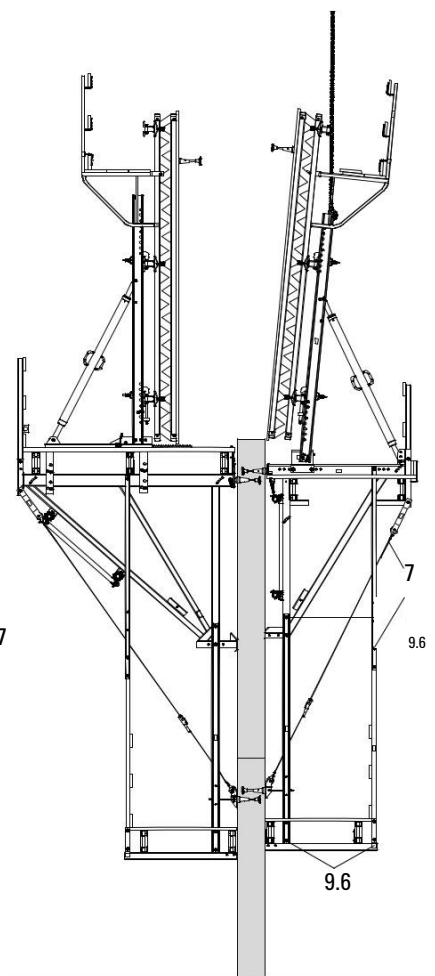

Fig. B1.29
12. Монтирайте ветровото укрепване (7), виж В1 Сглобяване на ветровото укрепване. (Fig. B1.29)